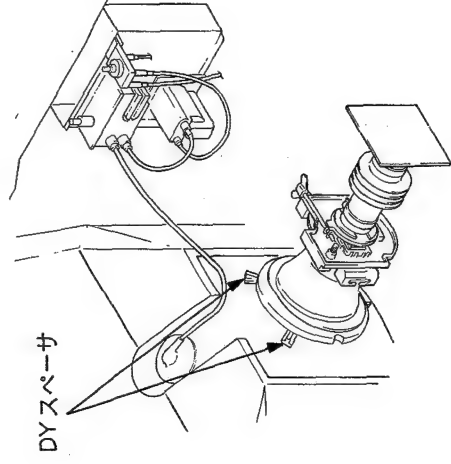

図 1-4
13. スペーサー 3 個で偏向ヨークを固定する。(図 1-4)